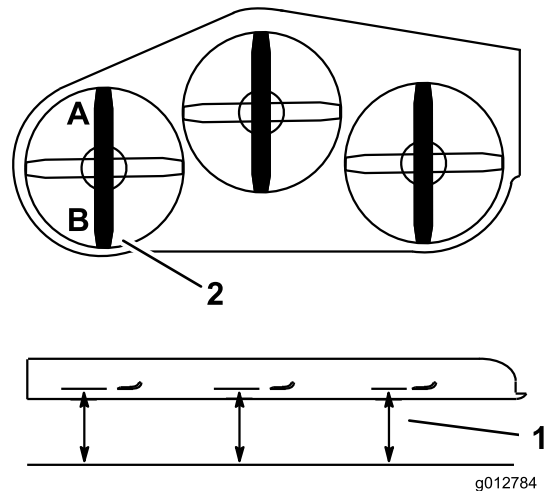

Figura 83
2. Mida la cuchilla izquierda en la posición **A** desde una superficie nivelada hasta el filo de corte de la punta de la cuchilla, y anote esta medida (Figura 83).
3. Mida la cuchilla izquierda en la posición **B** desde una superficie nivelada hasta el filo de corte de la punta de la cuchilla, y anote esta medida (Figura 83).
4. La cuchilla del cortacésped debe estar entre 6 y 10 mm más baja en la posición **A** que en la posición **B** (Figura 83). Si no es correcta la distancia, continúe con los pasos siguientes.